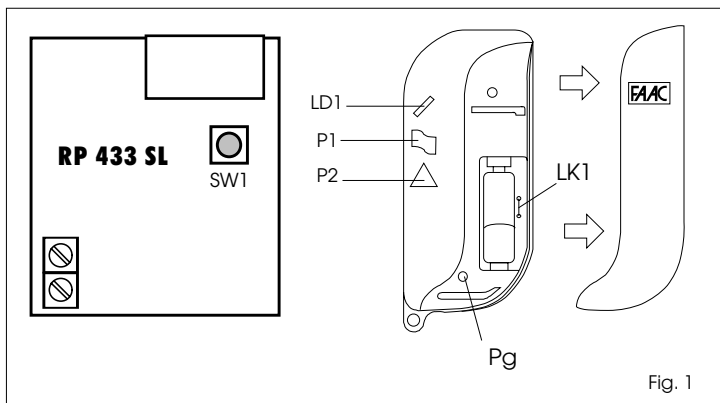

Fig. 1
- 1) Ouvrir le boîtier de l'émetteur en faisant glisser le couvercle vers l'extérieur comme indiqué Fig.1, afin d'accéder au poussoir de génération du code (Pg).